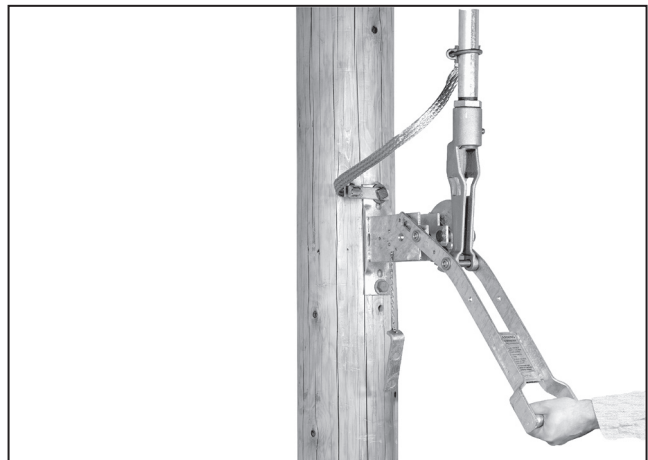

Figura 24. Balanceando rápidamente la palanca de operación.
- (b) Balancee la palanca rápidamente a la posición **Abierto** completamente o **Cerrado** completamente. Ver Figura 24.